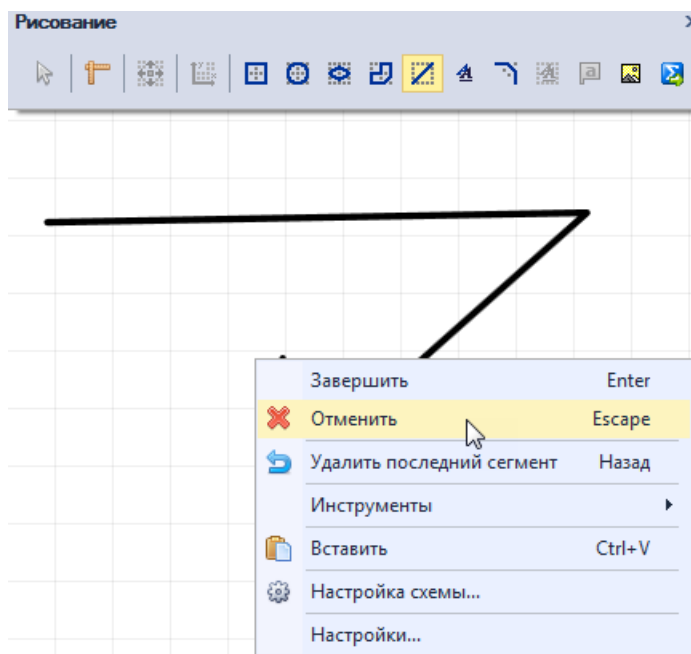

Рис. 359 Отмена построения линии
6. Для полной отмены размещения линии нажмите Escape или «Отменить» в контекстном меню, Рис. 359.